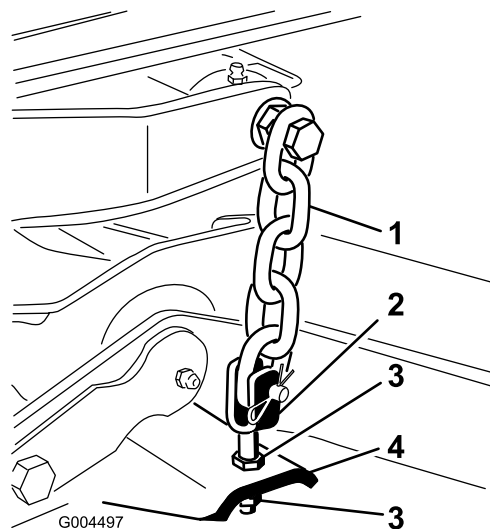

Figura 78
- Regolate i controdadi che fissano le forcelle/catene della scocca al piatto di taglio, finché il passo della lama non è di 8 mm (Figura 78).